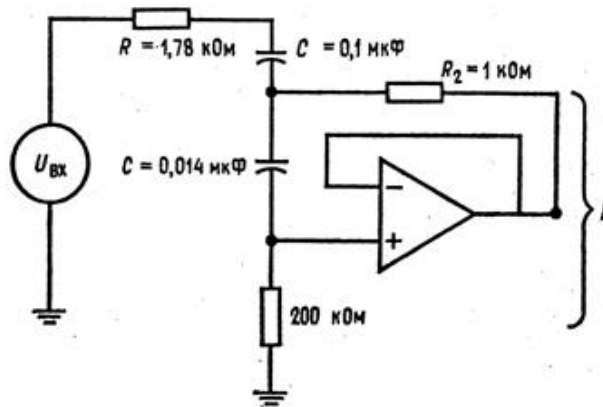

Рис. 5.1. Схема гиратора
5. Построить, используя гиратор, последовательный RLC -контур, имеющий резонансную частоту $f_0 = 300$ кГц. Соответствующая схема гиратора приведена на рис. 5.1..